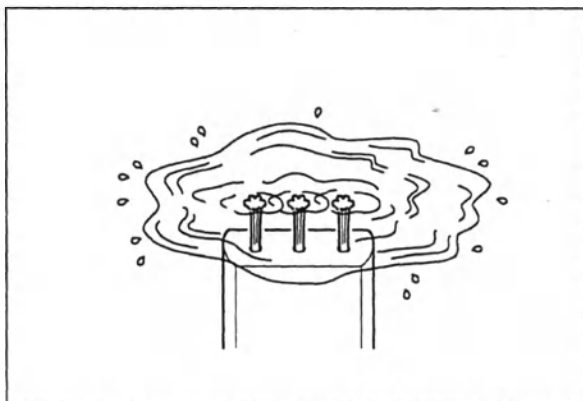

Рис. 4.76
9. После того, как зуммерный сигнал повторно прозвучал три раза, визуально убедитесь в том, что вода вытекает из трёх отверстий детектора блокировки (Это позволяет сделать вывод о том, блокированы ли трубки для продувки воздухом/промывания водой) (см. рис. 4.76).